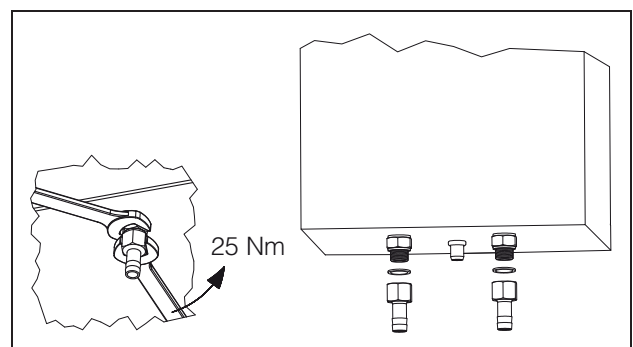

Abb. 16: Schlauchtülle entfernen
- Dazu müssen Sie die am Gerät befestigte Schlauchtülle entfernen (siehe Abb. 16).
- Dazu müssen Sie die am Gerät befestigte Schlauchtülle entfernen (siehe Abb. 16, Seite 9).